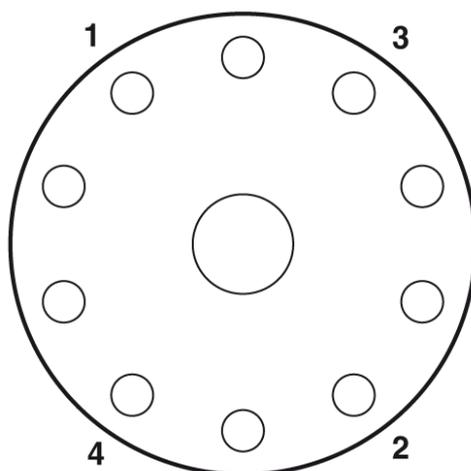
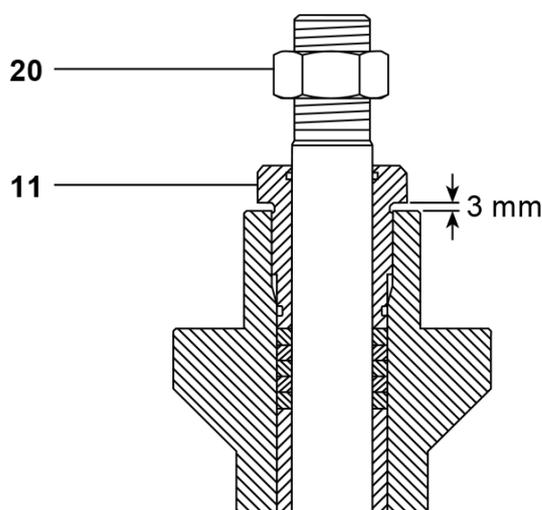

Fig. 15 - DN125 au DN300
Fig. 23
- Monter un nouveau joint de chapeau (15).
- Serrer uniquement à la main les écrous de chapeau (21) pour le fixer dans sa position.
- Appliquer une force sur la tige (replacer de préférence le servomoteur), puis resserrer en croix les écrous de chapeau (voir Fig. 15 et le Tableau 2, page 45).
- Serrer en croix les écrous de chapeau par pas de progression de 30% jusqu'à atteindre le couple de serrage requis (voir Fig. 15 et le Tableau 2, page 45).
- Serrer l'écrou de presse-étoupe (11) jusqu'à :
- ii) Assemblage garniture en graphite : Un espace de 3 mm est nécessaire entre la partie inférieure de l'écrou de presse-étoupe et le chapeau. Voir Fig. 23.
- Replacer l'écrou de blocage (20).